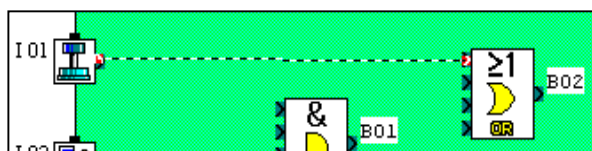

Abb. 1.17 – Verbindung wird hergestellt.
3. Den Mauszeiger auf einen Eingang des **ODER**-Blocks (**B02**) führen (Abb. 1.17).